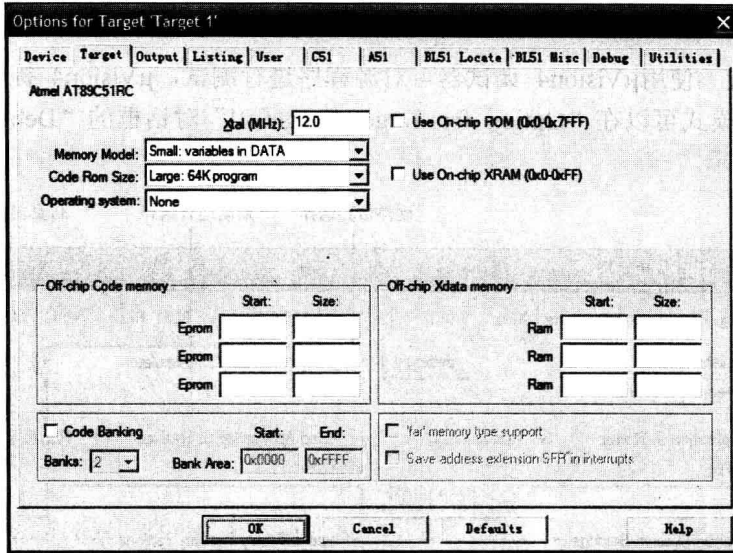

图 1-7 “Options for Target 'Target 1'” 对话框
3) 为目标设定工具选项 单击图标  或执行菜单命令“Project”→“Options for Target”，将会出现“Options for Target 'Target 1'”对话框，如图 1-7 所示。在“Target”选项卡中可以对目标硬件及所选器件片内部件进行参数设定。表 1-1 描述了“Target”选项卡的选项说明。